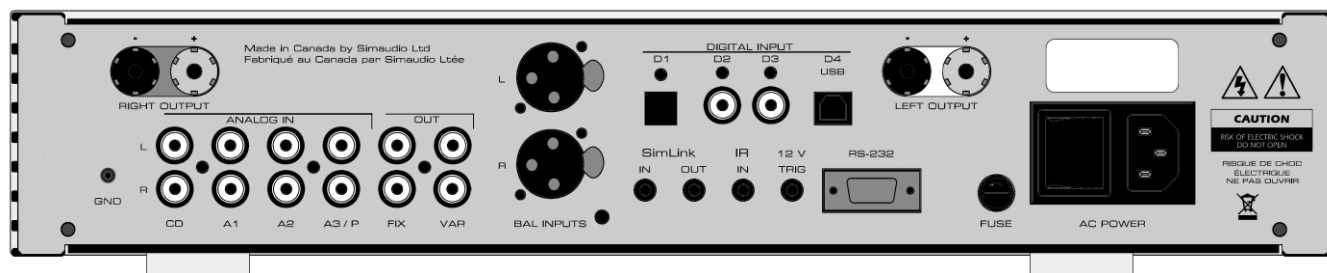

Figure 4: Panneau arrière du MOON 340i X
Le panneau arrière ressemblera à la figure 4 (ci-dessus). Il y a quatre (4) paires d'entrées analogiques asymétriques, montées sur des connecteurs RCA, étiquetées CD, A1, A2 et A3/P. Les connecteurs RCA d'entrée et de sortie du panneau arrière ont été codés par couleur : blanc pour le canal gauche, rouge pour le canal droit. Si votre **MOON 340i X** est équipé de la section phonique optionnelle, l'entrée « A3/P » doit être utilisée pour brancher le câble d'interconnexion de votre platine vers l'amplificateur. Si vous ne possédez pas la section phono optionnelle, cette entrée peut être utilisée de la même façon que les entrées CD, A1 et A2.